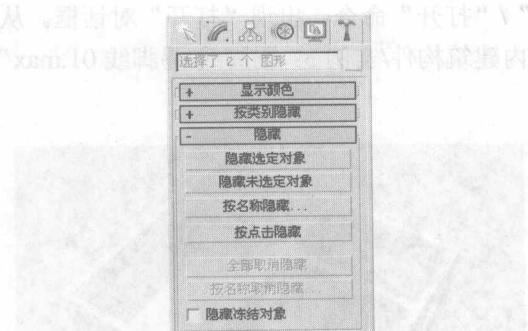

图 3-5 单击“隐藏未选定对象”按钮
**4** 在命令面板中单击“显示”按钮，打开“显示”命令面板。在“隐藏”卷展栏中单击“隐藏未选定对象”按钮，如图 3-5 所示，隐藏没有选择的对象。